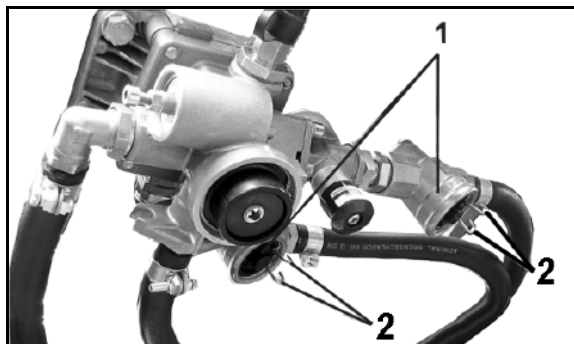

Рис. 87
3. Водоспускной кран тяните за кольцо (Рис. 87/1) в боковом направлении так долго, пока вода не перестанет выходить из ресивера.
Ресивер (Рис. 87/1) не должен: